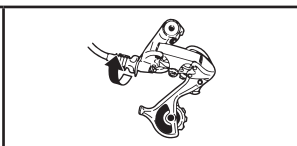

Рис. 19: Регулировка заднего переключателя, регулировка натяжения тросика (вид на переключатель сбоку)
- Если происходит переключение на 3-ю звезду, значит, тросик перетянут. Закручивайте регулировочный винт по часовой стрелке (см. рис. 19), пока цепь не вернется на вторую звезду.
- Если шум в зоне контакта цепи со звездочками полностью отсутствует, значит, тросик недотянут. Выкручивайте регулировочный винт против часовой стрелки (см. рис. 19), пока цепь не коснется 3-й звезды и не возникнет характерный шум;